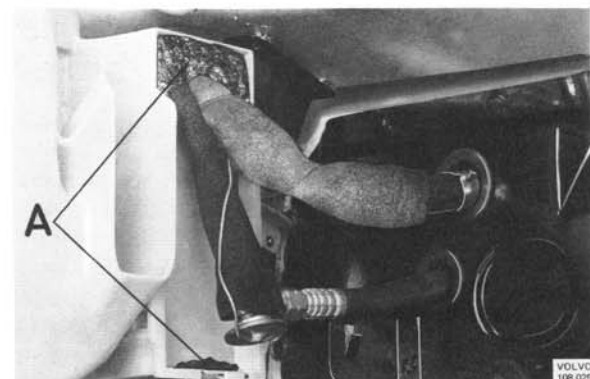

Abb. 33 Abdichtung des Deckels vor dem Kältemittelverdampfer
7. Klimatorgehäusedeckel anbringen und mit zwei Klammern befestigen. Thermostaten einbauen und el. Leitungen daran anschließen. Ein- und Auslaufstutzen des Verdampfers sowie den Fühlkörper des Thermostaten gem. Abb. 33 mit Kitt absolieren.